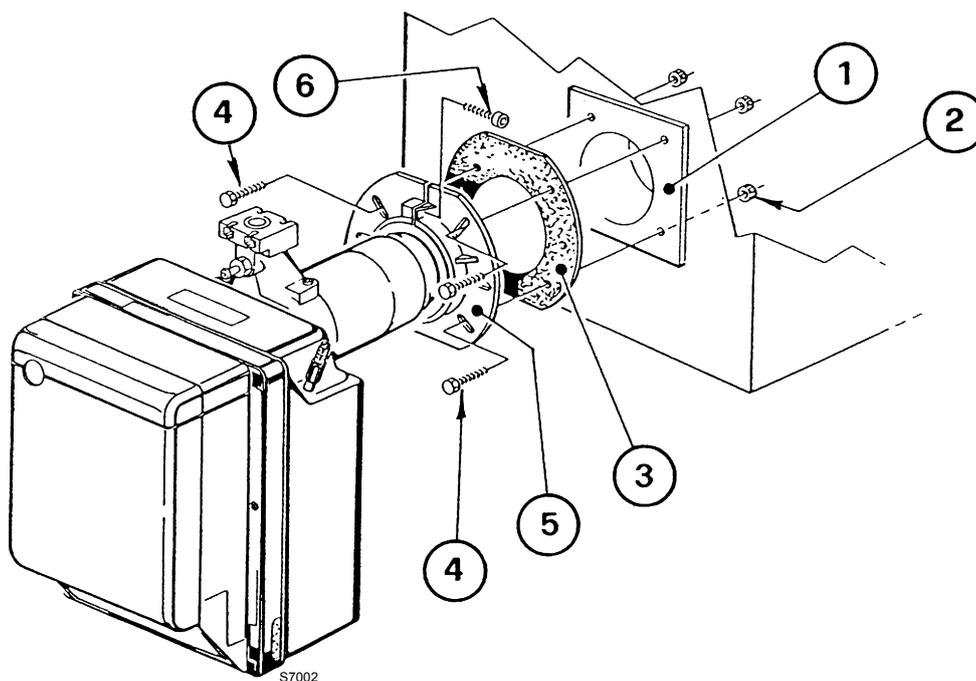

Abb. 12
- Mit den Schrauben 4) und (falls erforderlich) den Muttern 2) den Flansch 5) an der Kesseltür 1)(Abb. 12) mit der Isolierdichtung 3) montieren, aber eine der beiden oberen Schrauben 4) lockern.